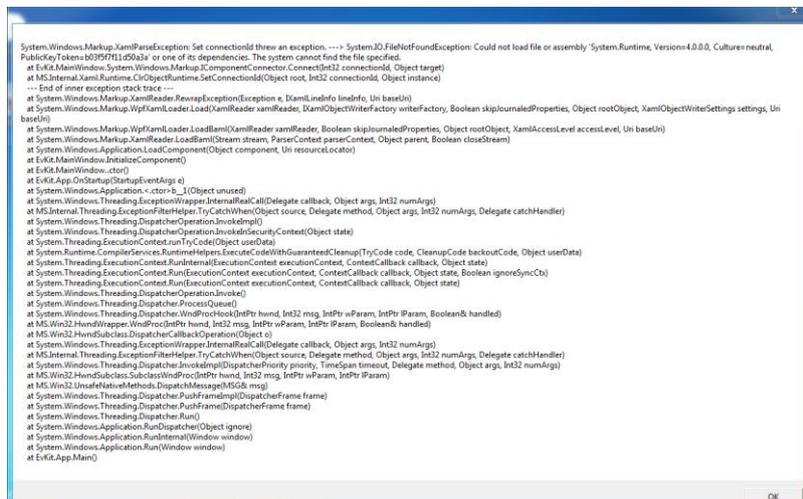

Figure 34. Windows .NET のインストールが最新でないことを示す Windows エラーメッセージ
- Figure 34 に示すエラーメッセージが表示された場合、Windows .NET のインストールは最新ではありません。Windows 更新プログラムを実行するか、または必要な .Net バージョンを手動でインストールして、問題を解決してください。